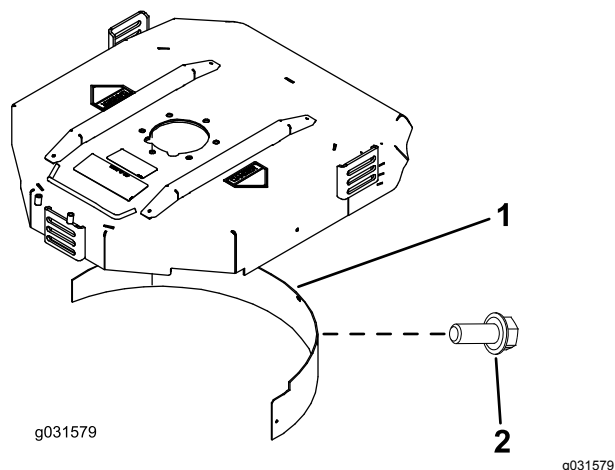

Figura 9
2. Instale o abafador de cobertura (mulch) na abertura traseira e fixe-o com 5 parafusos com cabeça flangeada (Figura 9).